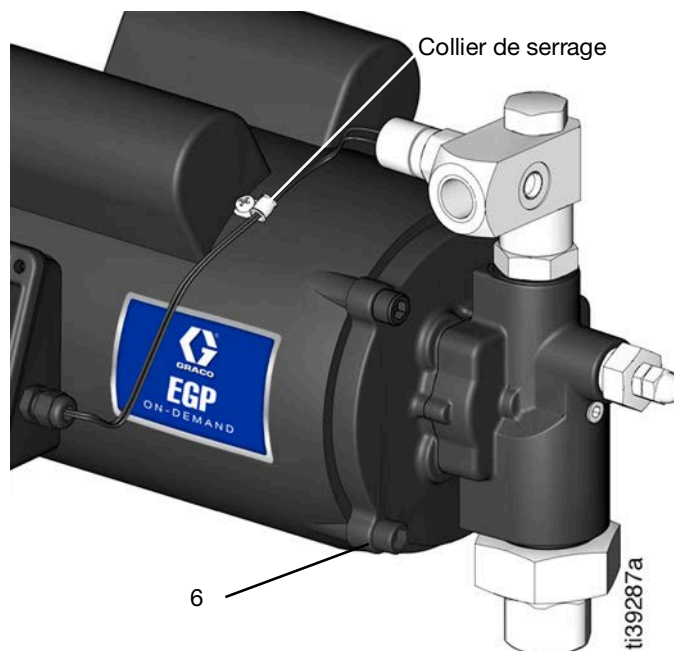

FIG. 24
12. Tirez le fil du pressostat hors du collier de serrage (FIG. 24).
13. Retirez les quatre vis Allen (6) à l'aide d'une clé Allen de 8 mm (FIG. 24).
- Placez et serrez les quatre vis Allen (6) à l'aide d'une clé Allen de 8 mm (Serrez au couple de 27,1 N•m) (voir FIG. 24).
- Poussez le fil du pressostat dans le collier de serrage et dans la boîte à bornes à travers le réducteur de tension (voir FIG. 24).